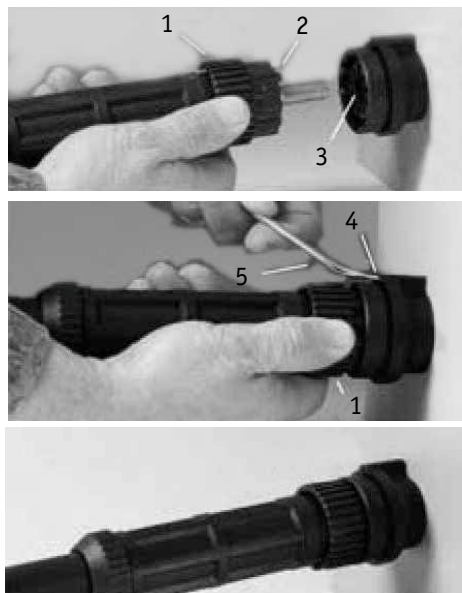

Рис. 5
Вставьте плазмотрон в гнездо на панели аппарата. Обратите внимание, чтобы выступ (1), имеющийся на плазмотроне, совпал с пазом (3) на панельном гнезде (рис. 5).